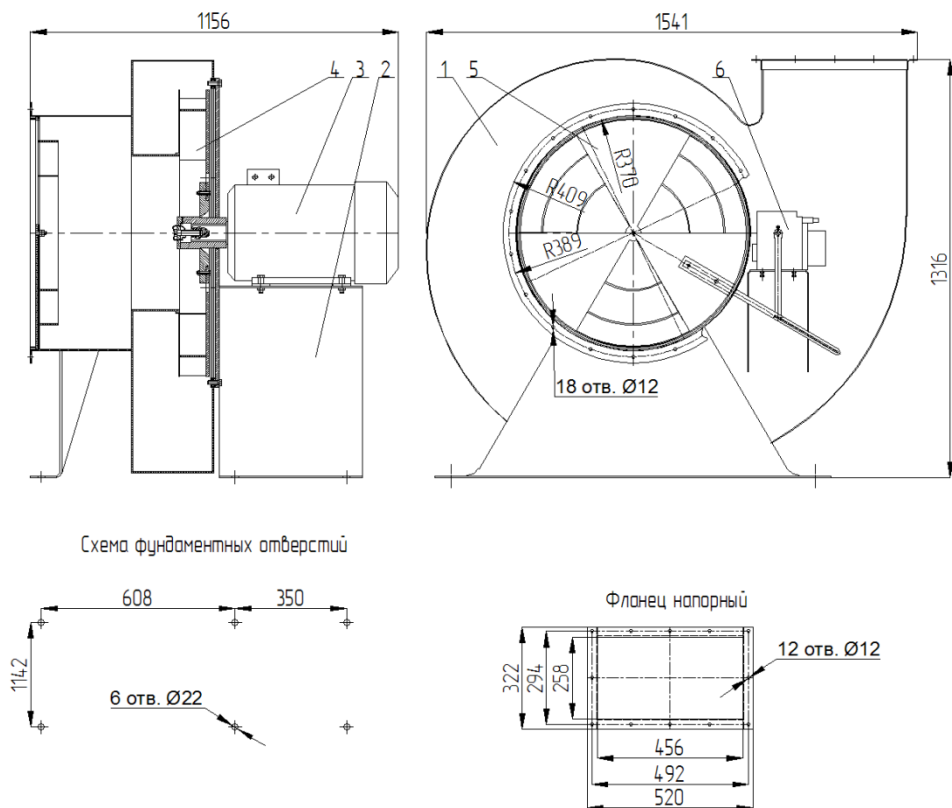

Рис. 4 – Дымосос ДН-9 (1-корпус, 2-рама, 3-электродвигатель, 4-рабочее колесо, 5-аппарат шиберный, 6- привод шибера.
3.1 Дымосос состоит из шести основных частей (рис. 4): корпуса, рамы, электродвигателя, рабочего колеса, шиберного аппарата, привода шибера (по заказу).